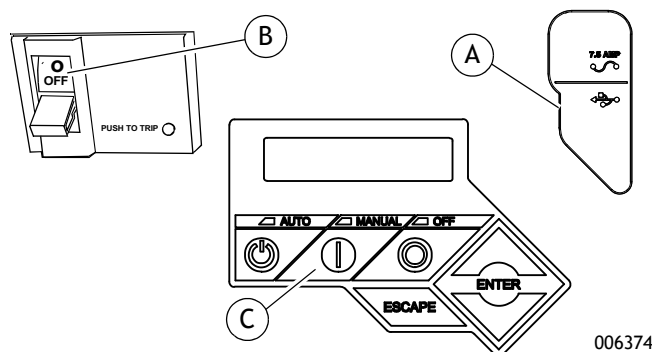
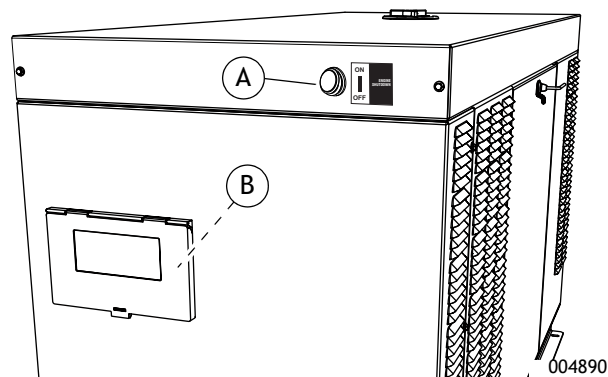

Рисунок 3-5. Панель управления генератором
Рисунок 3-6. Вспомогательные переключатели останова
1. См. **Рисунок 3-5**. Поднимите резиновую откидную крышку, закрывающую гнездо предохранителя, и убедитесь в том, что установлен плавкий предохранитель на 7,5 А (А).
2. Установите автоматический выключатель сети электропитания (MLCB) (выключатель генератора) в положение OFF (OPEN) [ВЫКЛ (РАЗОМКНУТ)] (B).
3. Убедитесь в том, что оба переключателя вспомогательного останова установлены в положение ON (ВКЛ) (I). См. **Рисунок 3-6** касательно расположения.
4. Для запуска двигателя нажмите кнопку MANUAL (РУЧНОЙ) на панели управления (C). Загорание синего СИД является подтверждением того, что система находится в режиме MANUAL (РУЧНОЙ).
См. **Рисунок 3-6**. Генераторы мощностью 15 кВт и более оснащены двумя вспомогательными переключателями останова. Один вспомогательный переключатель останова (A) расположен на крышке генератора выше и справа от смотрового окна. Второй вспомогательный переключатель останова (B) находится внутри корпуса панели управления.
См. Рисунок 4-1. Панель управления расположена за смотровым окном в задней части установки. См. Рисунок 3-5 и Рисунок 3-6.